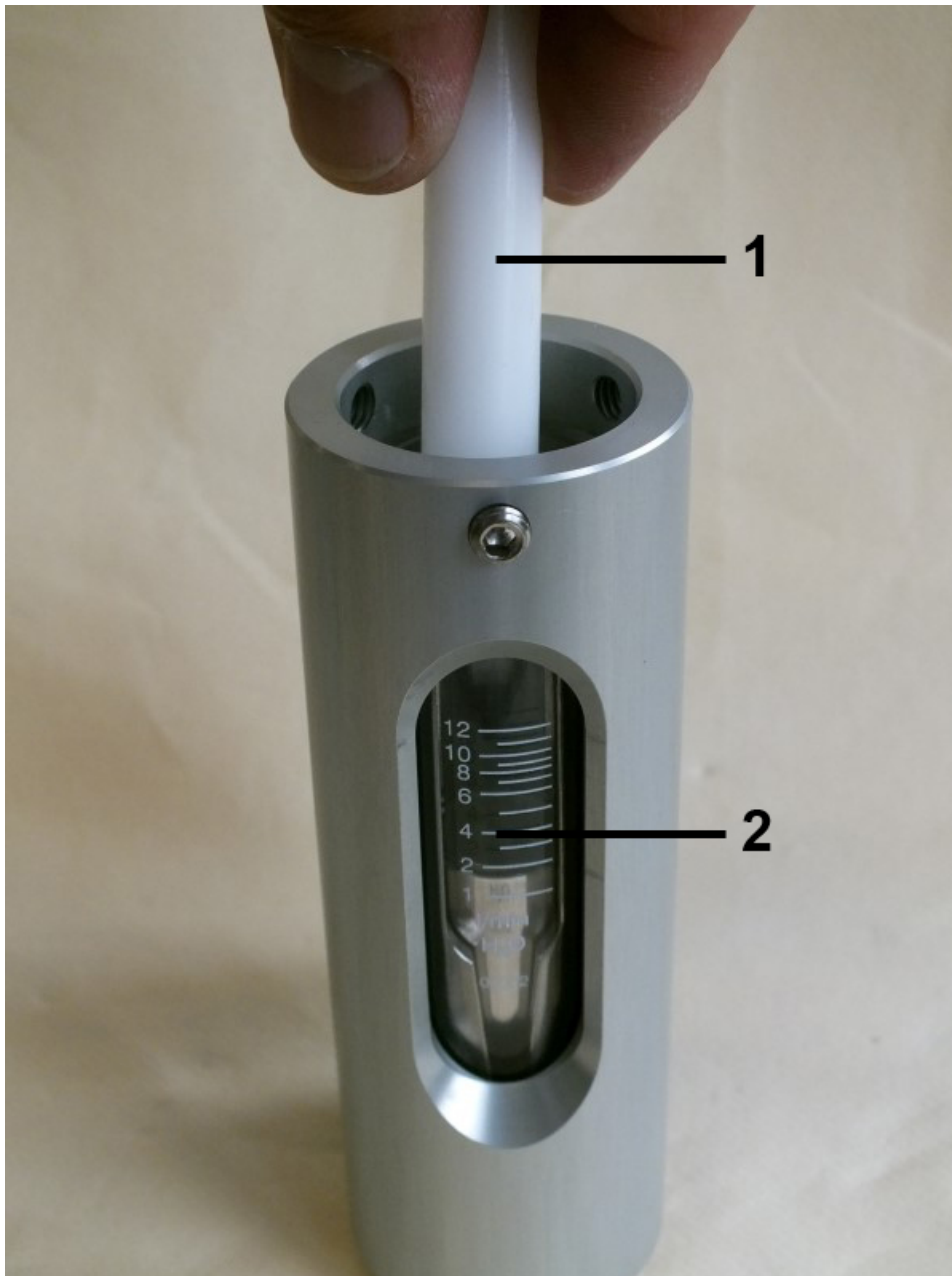

Abb. 58: Schlitzdüse ausrichten
- 15.** Mit dem Ausrichtwerkzeug/Prüfstab (Abb. 58/1) die Schlitzdüse und die Messskala (Abb. 58/2) mittig zum Sichtfenster der Gerätehülle ausrichten, dabei das Schauglas gegen Verdrehen sichern